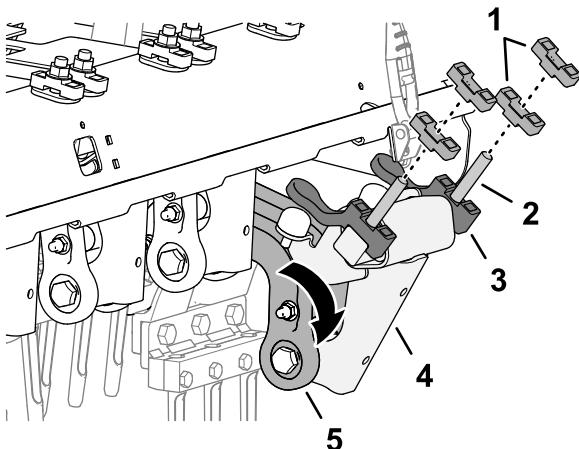

図 122
3. ダンプナのリンクとダンプナのシャフトを下向きに回転させる 図 122。